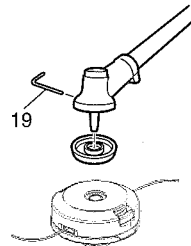

Fig. 15
- ### 3. Installation (Fig. 15)